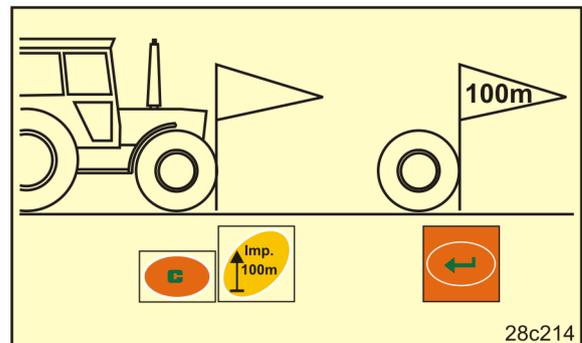

図 19
2. トラクターを開始位置 (図 19) に、シードドリルを作業位置にセットします（種子のドーピングは必要に応じて中断します）。